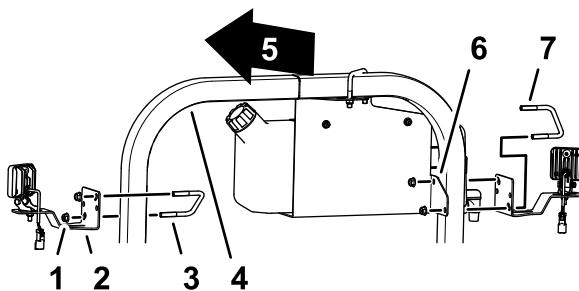

Figura 5
1. A la izquierda del ROPS, retire el perno en U ($\frac{3}{8}$ " x 3½" x 2-13/16") y la contratuerca con arandela prensada que fija el bastidor del depósito de agua limpia al tubo del ROPS (Figura 5).
2. Monte la luz LED y el soporte al tubo del ROPS y al bastidor del depósito de agua limpia, tal y como se muestra en la Figura 5 con el perno en U (3/8" x 3 1/2 x 2-13/16") y la contratuerca con arandela prensada (3/8") que retiró en el paso 1.
3. Al otro lado del tubo del ROPS, Monte la luz LED y el soporte al tubo del ROPS con un perno en U (3/8" x 3 1/2 x 2-13/16") y una contratuerca con arandela prensada (3/8") desde el kit de luces de trabajo traseras (Figura 5).